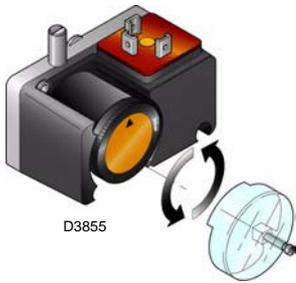

图 22
- ▶ 调整最小燃气压力开关 (图 22) 到量程的开始位置。